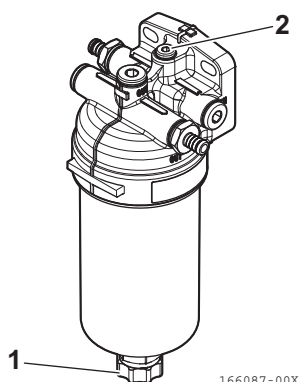

Figure 8
2. Desserrez le bouchon de vidange (**Figure 8, (1)**) et la vis de purge d'air (**Figure 8, (2)**). Ensuite, vidangez l'eau ou la saleté accumulée à l'intérieur. Éliminez l'eau et les saletés recueillies de manière appropriée.